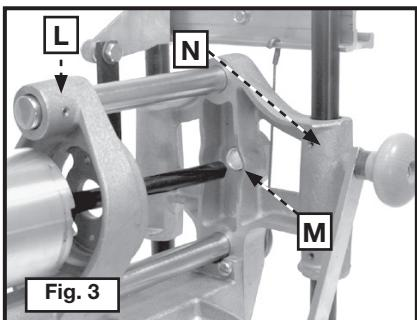
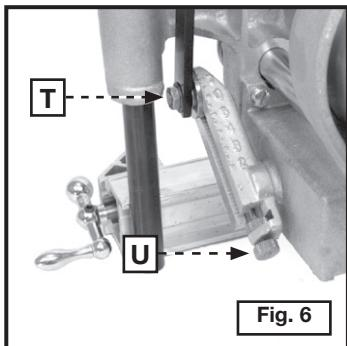
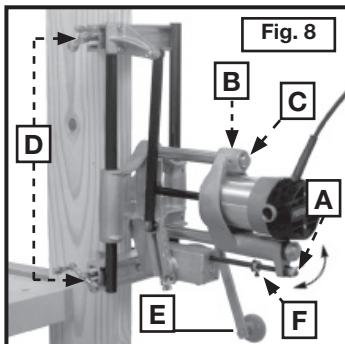
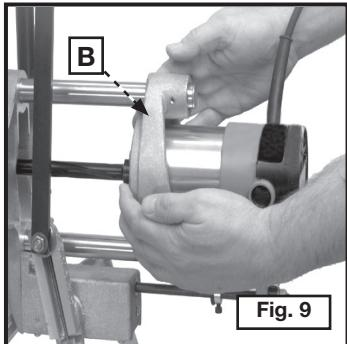

Fig. 3
Fig. 6
Fig. 8
Fig. 9
- Insérez l'arbre de couteau rainuré (Fig. 3) à travers le support (L) du moteur et dans la bague rainurée spiralée (M) du bâti principal (N). Orientez le moteur comme illustré à la Fig. 8 et calez dans le support du moteur.
Reportez-vous à la Fig. 6 pour régler la mortaiseuse en fonction de la longueur de coupe. Desserrez l'écrou (T) de la cheville de la manivelle et tournez le bouton de réglage (U) jusqu'à ce que la marque correcte sur la glissière soit alignée sur la ligne sur la rondelle de la cheville de la manivelle. S'il est difficile de tourner le bouton de réglage (U), tournez la manivelle (E) Fig. 8 jusqu'à ce que la plus grande partie de la tension soit délestée. Serrez l'écrou (T) de la cheville de la manivelle, Fig. 6, solidement.
**EXEMPLE :** Si la mortaise doit avoir 4 po (101.6 mm) de long, tournez le bouton de réglage (U) jusqu'à ce que la marque de la Figure 6 soit alignée sur la ligne sur la rondelle de la cheville de la manivelle
- Mettez le levier d'alimentation (A) à la position horizontale (comme illustré à la Fig. 8) et tirez le chariot (B) du moteur jusqu'à l'extrémité de la tige de guidage (C).
- Placez la mortaiseuse contre le bord du 2 po x 6 po (50.8 x 152.4 mm) jusqu'à ce que les serre-joints soient fermement calés et que la manivelle (E) puisse tourner complètement autour. Serrez les poignées (D) des serre-joints solidement de manière à tenir la mortaiseuse en position.
- Mettez le levier d'alimentation (A) en position verticale afin d'engager le mécanisme d'alimentation.
- Mettez l'interrupteur du moteur en marche et tournez la manivelle (E) jusqu'à ce que le collier (F) vienne en contact avec le boîtier d'alimentation, arrêtant la profondeur de coupe et terminant la mortaise.
- Mettez le levier d'alimentation (A) en position horizontale afin de libérer le mécanisme d'alimentation.
- Saisissez le chariot (B) du moteur, Fig. 9, des deux mains et tirez vers vous jusqu'à ce que la mèche soit dégagée de la mortaise coupée. Retirez la mortaiseuse du 2 po x 6 po (50.8 x 152.4 mm).